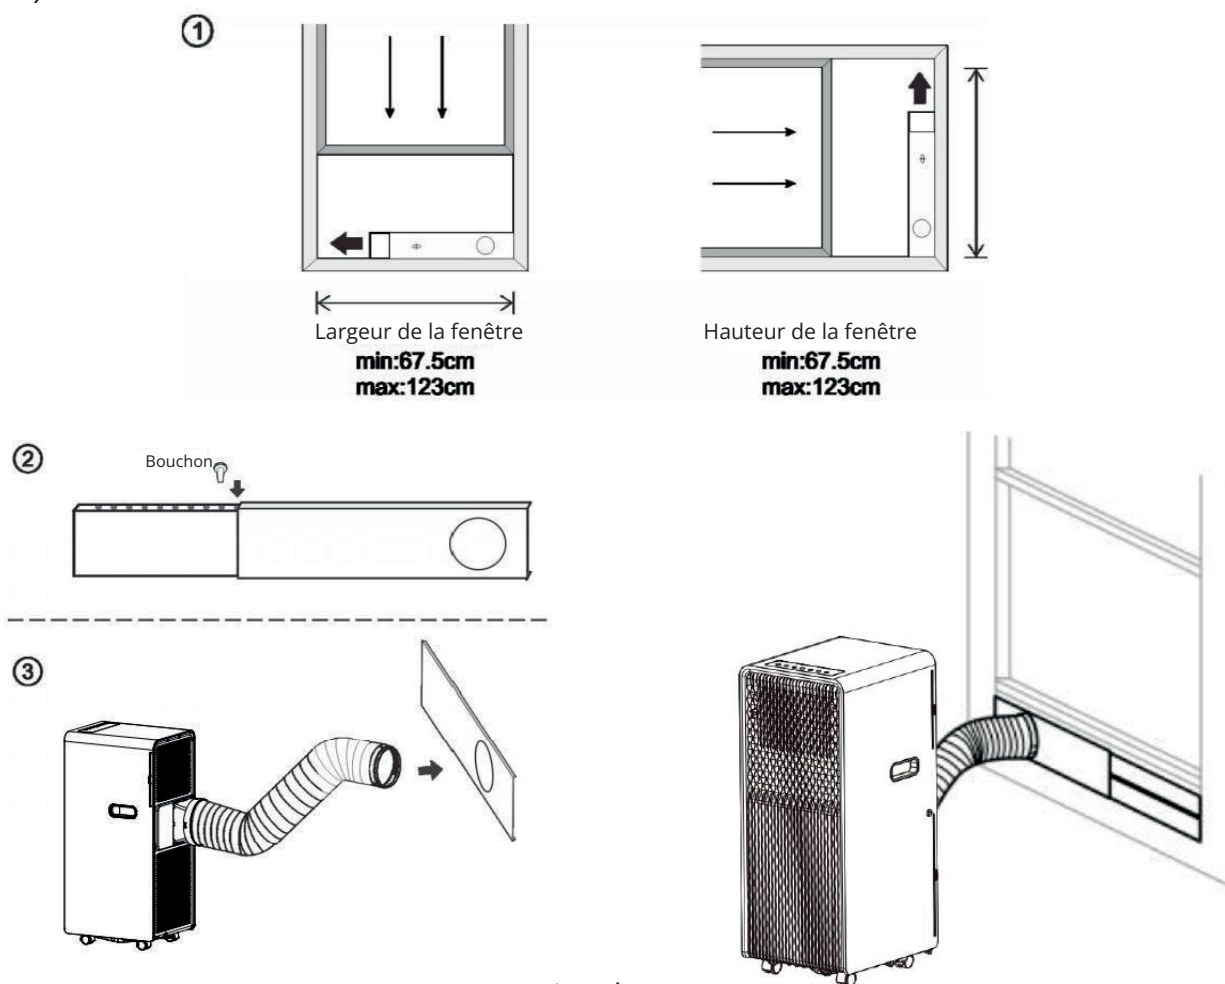

Fig. 5b
3. Insérer le connecteur du tuyau de la fenêtre dans le trou du kit de la fenêtre (Fig. 5b).